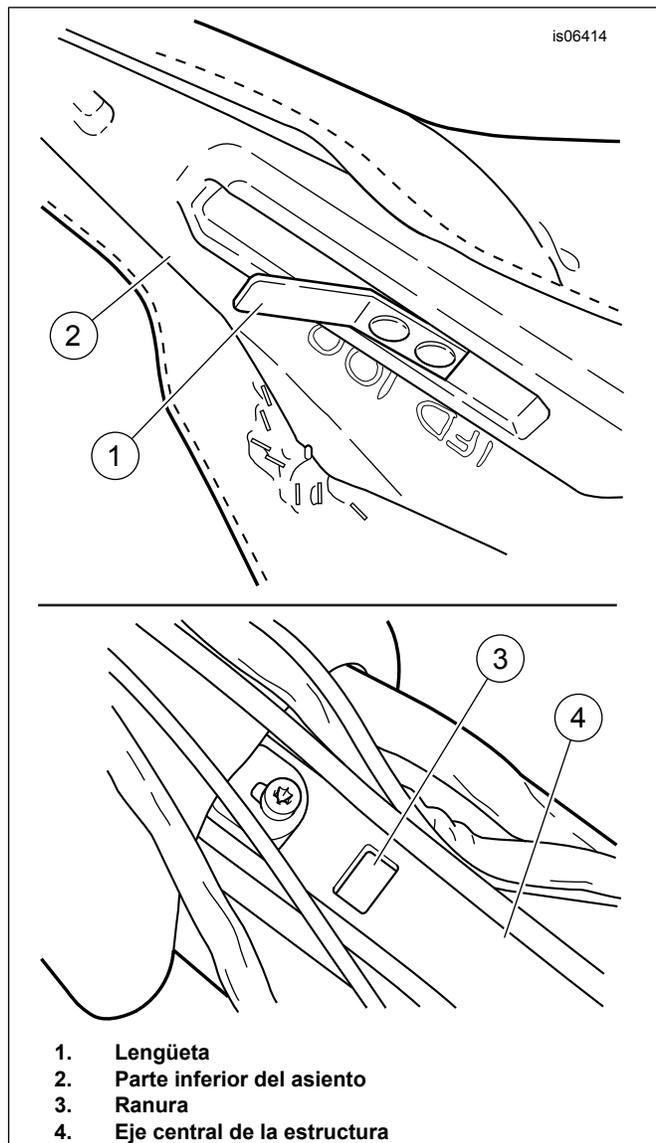

Figura 2. Montaje del asiento delantero
5. Vea Figura 2. **Para modelos con Tour-Pak pero SIN altavoces traseros:** Para modelos con Tour-Pak **Y altavoces traseros:** Para modelos SIN Tour-Pak: Deslice el asiento hacia atrás para liberar la lengüeta (1) del frente del asiento de la ranura (3) en el eje central de la estructura (4), después quite el asiento de la estructura.
- Deslice el asiento hacia atrás **levemente** para liberar la lengüeta (1) del frente del asiento de la ranura (3) en el eje central de la estructura (4), después quite el asiento de la estructura.
4. Vea Figura 2. **Para modelos SIN Tour-Pak:** Empuje firmemente el frente del asiento hacia abajo y hacia atrás hasta que la lengüeta (1) enganche en la ranura (3) en el eje central de la estructura (4). **Para modelos CON Tour-Pak:** *NOTA para los modelos CON ALTAVOCES TRASEROS: Si es necesario, haga que un asistente se pare detrás de la motocicleta y sostenga firmemente el Tour-Pak. Afloje o extraiga los tornillos que sostienen la parte inferior del Tour-Pak al riel de soporte. Tenga cuidado de no tirar demasiado del Tour-Pak para empezar a tirar de los cables a través de las arandelas aislantes, ya que los cables pueden dañarse. Haga que el asistente deslice LIGERAMENTE y con cuidado el Tour-Pak flojo hacia atrás y lo sostenga en esa posición hasta que el nuevo asiento se haya instalado.*
- c. Use la otra mano para empujar firmemente el frente del asiento hacia abajo y atrás hasta que la lengüeta (1) enganche la ranura (3) en el eje central de la estructura (4).